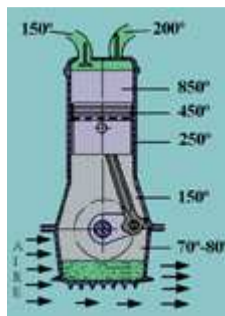

Fig. 19
• Refrigeración del cárter (fig. 19)